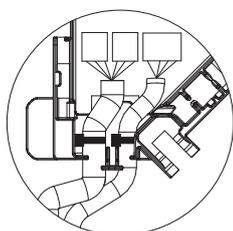

Fig. 6-16
- Sicherstellen, dass der das i-See-Sensor- und Signalempfänger-Verbindungskabel sichernde Kabelbinder im Innern des Anschlusskastens platziert ist. (Fig. 6-16)